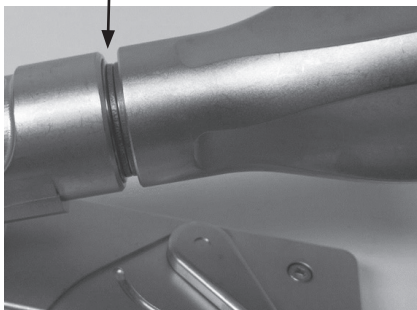

Rysunek 5 – Mocowanie akcesorium do uniwersalnego ramienia stabilizatora Hercules™360 (numer referencyjny produktu T401160)
- b. W celu dołączenia akcesorium z SZYBKOZŁĄCZEM KULOWYM Terumo, należy chwycić tuleję uniwersalnego ramienia stabilizatora Hercules i wcisnąć kulę akcesorium do chwytaka uniwersalnego ramienia stabilizatora Hercules (patrz Rysunek 5). Upewnić się, że połączenie jest stabilne.